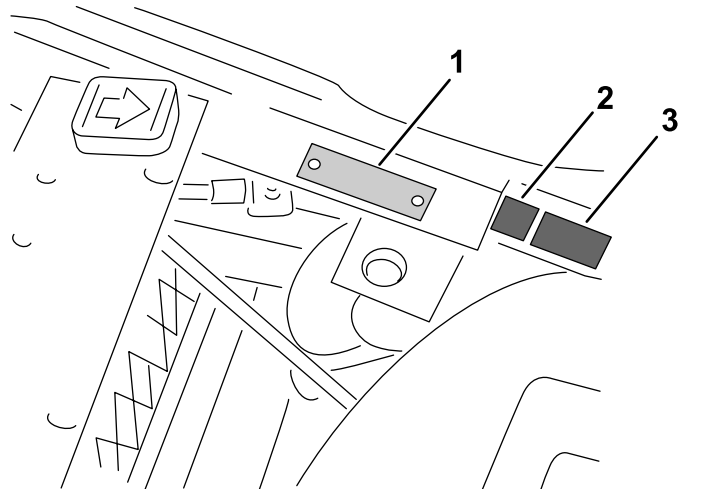

图 12
- 将 CE 标贴和生产年份标贴粘贴在脚踏板支架上的序列号牌附近图 12。